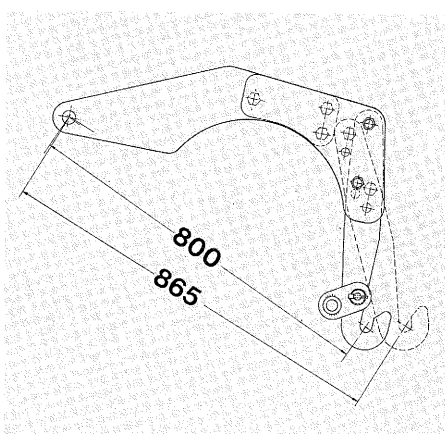

Fig. 30
Utiliser les bras d'attelage inférieurs et les bras d'attelage rapide comme indiqué à la fig. 30. Possibilité de réglage du tirant supérieur : mini. : 790 mm ; maxi. : 1220 mm.
- b) Combinaison avec rouleau-packer PW 500 : se reporter à la fig. 30.